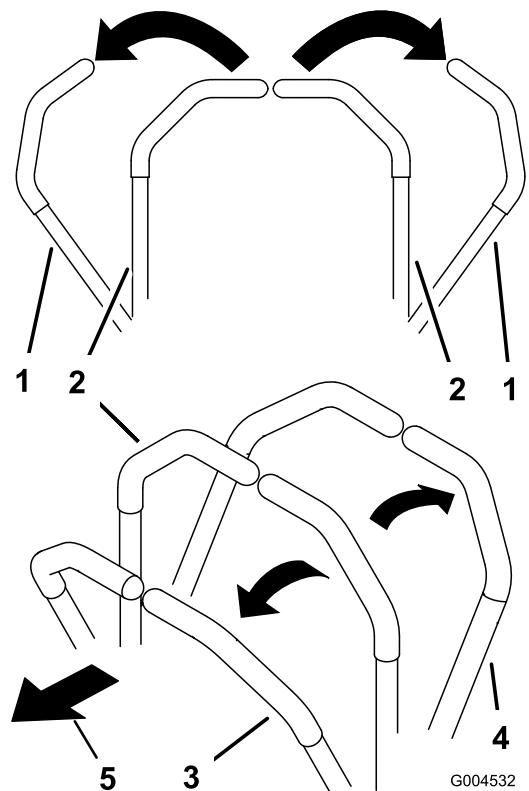

図 17
1. 走行コントロールレバー（図 17）をニュートラル固定位置にセットする。
- ・ 前への直進走行：両方のレバーをゆっくりと前に押す（図 17）。
- ・ 後への直進走行：両方のレバーをゆっくりと後に引く（図 17）。
- ・ 旋回；両方のレバーを手前に引いて走行速度を落とし、曲りたい方向と反対側のレバーを押す（図 17）。